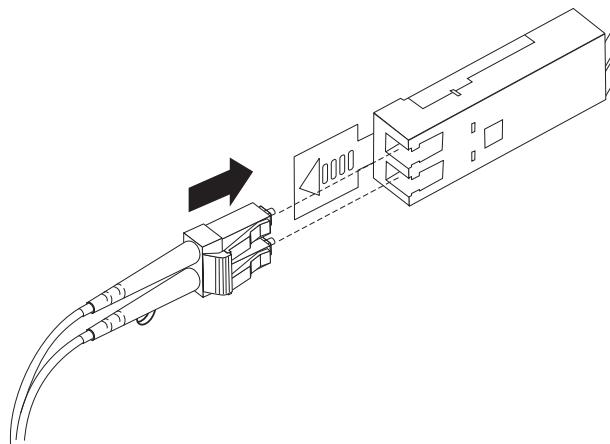

图 32. 将 LC-LC 光纤通道电缆插入到 SFP 模块中
4. 小心地将 LC-LC 电缆的这一端插入已安装在 DS5020 中的 SFP 模块中。电缆接头上有定位键，确保它能正确地插入 SFP 模块。如图 32 中所示，拿着接头，推入电缆直到它就位。